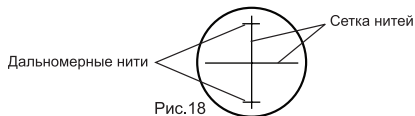

Рис.18
1) Наведитесь на рейку и посчитайте количество сантиметровых делений φ между двумя дальномерными нитями. (Рис. 18)